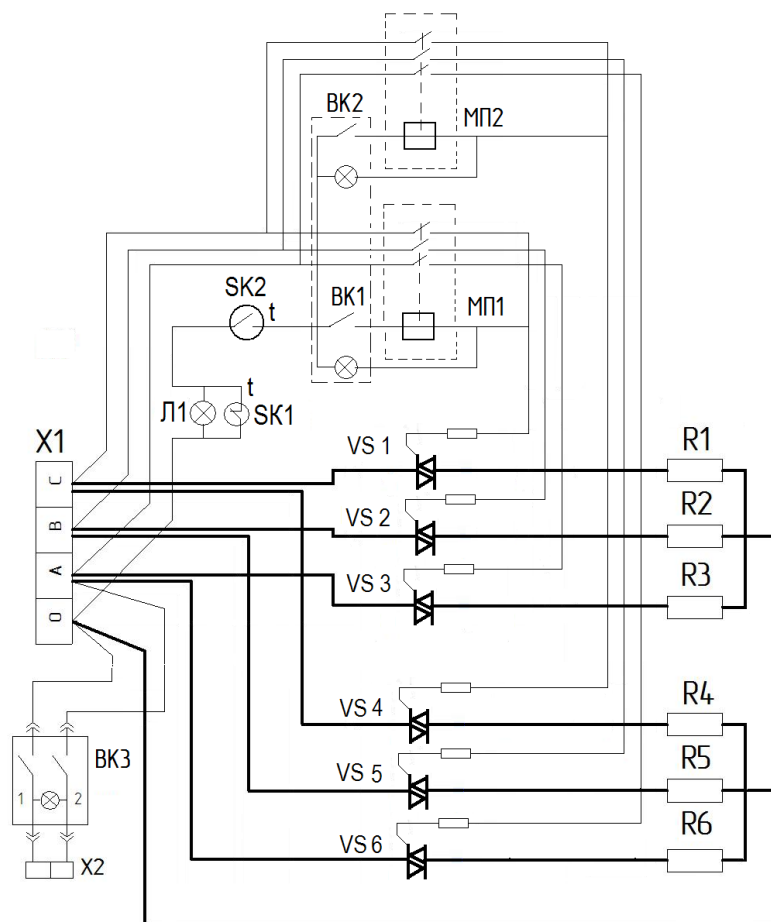

Рис.3
* При работе водонагревателей в 3х фазной сети для возможности регулирования мощности нагрева включением (отключением) 2ой и 3ей фаз, допускается подключение к электросети осуществлять через 1фазные автоматические выключатели соответствующей мощности. При этом, для сохранения работоспособности ЭВП, не допускается установка 1ф выключателя в 1ую фазу (фаза С, см. схему рис.3).
Электрическая схема водонагревателей представлена на рис. 3.